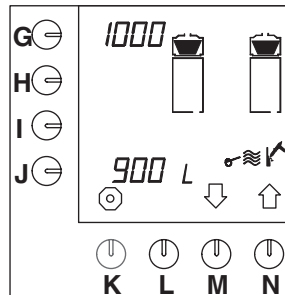

Fig. 52 Afkalkningssignal for kaffebryggeren
- Afkalkningssignalet for alle typer kaffebryggere er standardindstillet til 1000 liter, se positionen ved siden af valgknappen (G.) i fig. 52 .
- Tryk på valgknappen (M.) ↓, indtil fig. 52 vises i displayet.